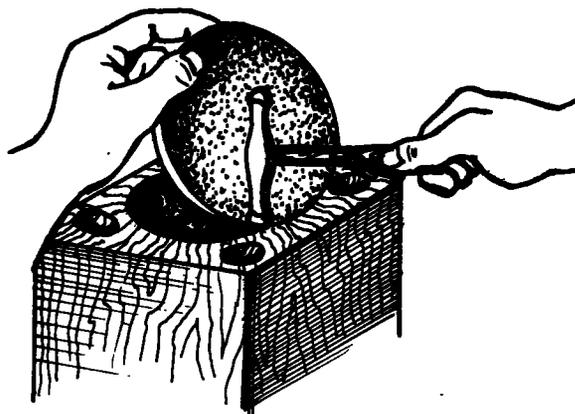

Fig. 2
- c Continúe golpeando en la forma indicada hasta alcanzar una iniciación uniforme del repujado (fig. 2).